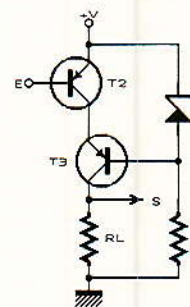

Figure 3 - Le montage cascode.
b) le deuxième étage est un peu plus compliqué. Il s'agit d'un étage cascode, alimenté par une source de courant. Le montage cascode (figure 3) présente des avantages qu'on a tendance à oublier aujourd'hui. Pourtant, il
C'est précisément ce dont nous avons besoin dans le cas présent. Comme le montre le schéma de la figure 3, T2 attaque l'émetteur de T3, dont la base est mis à un potentiel stabilisé par la diode Zener et qui se comporte donc en montage à base commune. L'effet Miller de T3 (dû à la capacité collecteur-base) est éliminé et il suffit de prévoir une